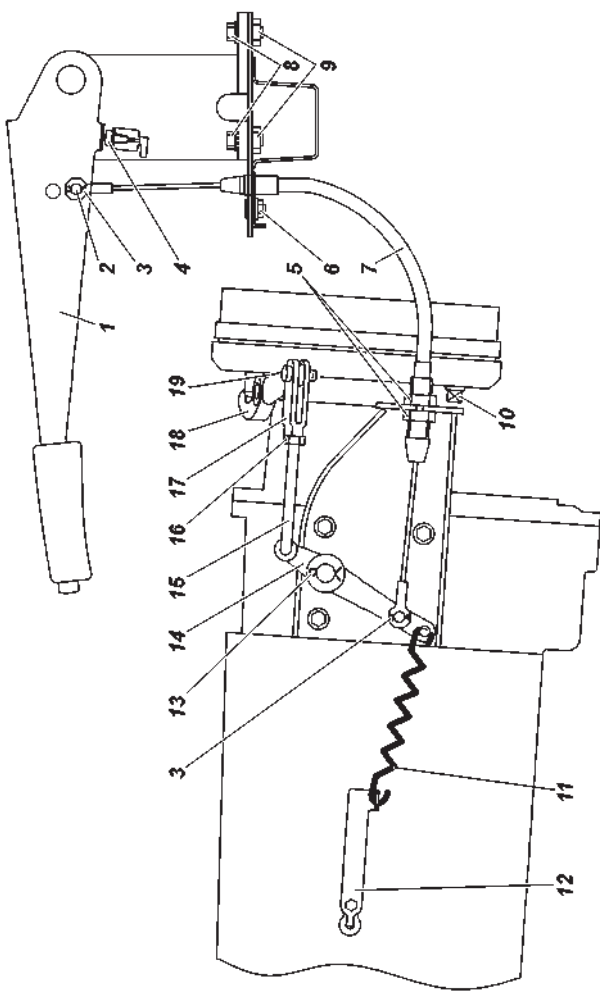

Рис. 9.30. Привод стояночного тормоза трансмиссионный.
**Трансмиссионный стояночный тормоз**, действующий на трансмиссию (рис. 9.30).
2. Переместите рычаг стояночного тормоза 1 (рис. 9.30) в крайнее нижнее положение.